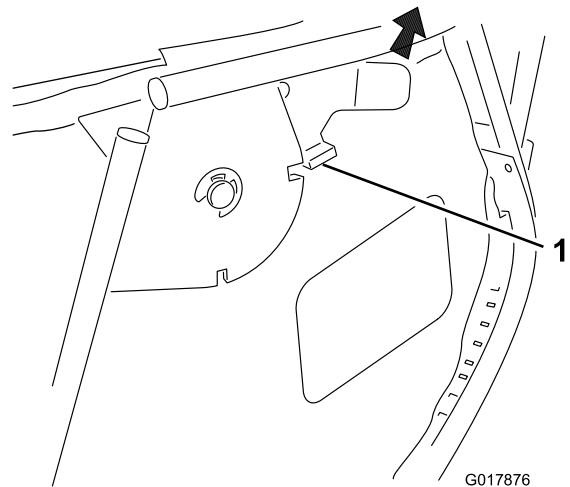

Bild 14
1. Lösen Sie den Sperrriegel (Bild 14).